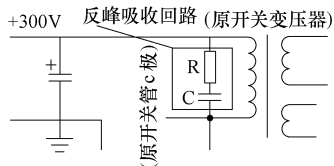

图 3-17 R、C 吸收回路
① 行场偏转线圈接错会引起无光栅、无伴音、无图像,常损坏大量元器件。应重点检查行管、电源开关管、场扫描集成电路及外围电容和场供电限流电阻。
② 电源不能起动。应重点检查总熔丝、电源管、开关电源稳压二极管。
③ 光栅不亮,大多是显像管老化,可将灯丝电阻降低试试。
4) 有些原机开关电源的开关管 c 极与 +300V 之间有反峰电压吸收回路,代换前应检查该回路是否完好,图 3-17 所示为 R、C 吸收回路。没有吸收回路的并联型开关电源则按照图中加装一套,以保开关电源长期稳定地工作。串联型开关电源可不加。